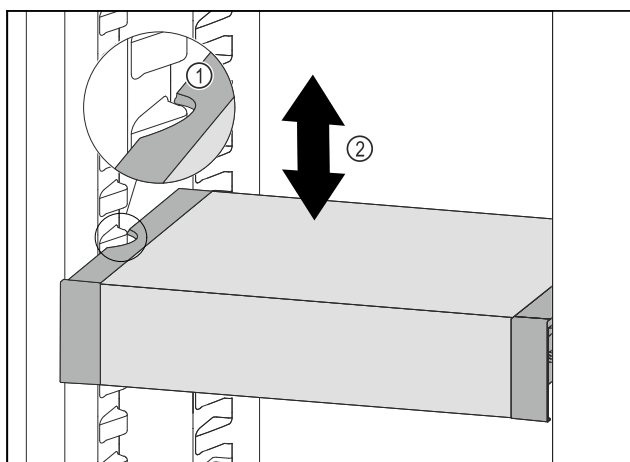

Fig. 127
- Tire del VarioSafe hacia delante hasta que los huecos laterales del VarioSafe se encuentren a la altura de la nervadura del recipiente en el compartimento del frigorífico. Fig. 127 (1)
- Mueva el VarioSafe hacia arriba o hacia abajo en el compartimento del frigorífico hasta alcanzar la altura deseada. *Fig. 127 (2)*